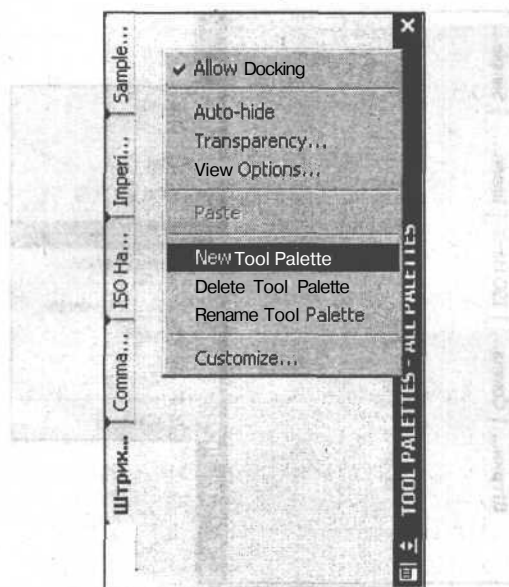

Рис. 8.19. Новая инструментальная палитра
- Щелкните правой кнопкой мыши на свободном поле любой **палитры**, открытой на панели, и выберите из появившегося контекстного меню **New Tool Palette** (Инструментальная палитра — создать) (рис. 8.19).